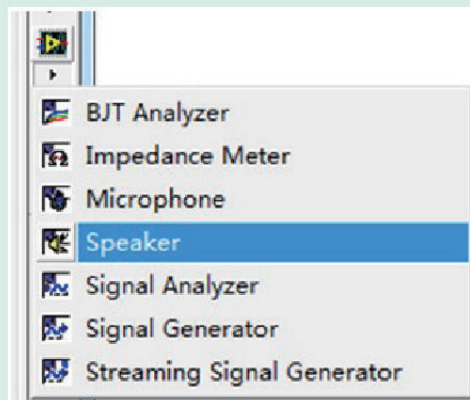

图3-47 扬声器XLV1的位置
(3) 如果想改变电子门铃电路输出声音的音调和声音的长短，我们可以改变哪些条件或者哪些电子元器件（电阻、电容器等）的参数呢？请进行小组讨论。
(4) 如果使用电路仿真软件 Multisim 10 绘制电路原理图，进行电路仿真，请注意扬声器 XLV1 是 LabVIEW 测试仪中的 Speaker（图 3-47）。使用时，如果想听到计算机模拟的声音，在电路进行仿真之后，关闭仿真，双击扬声器面板，点击“play sound”按钮即可。